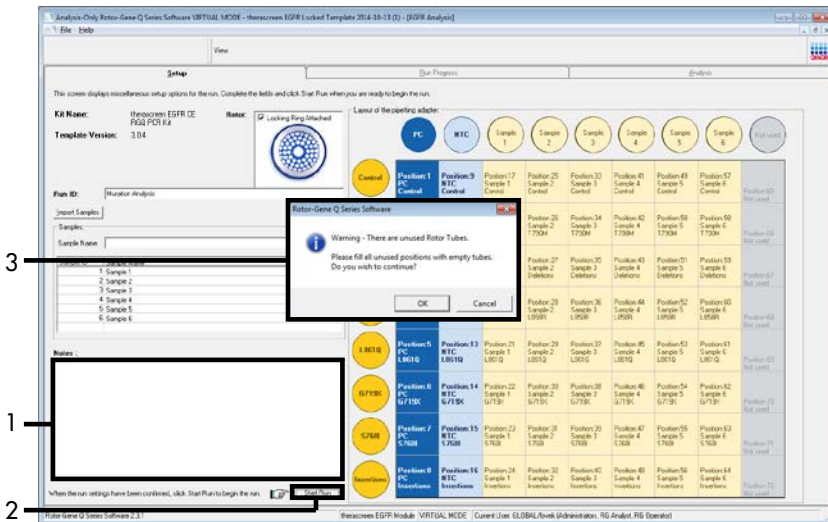

Figure 14. Champ « Notes » (1), bouton « Start Run » (Démarrer le cycle) (2) et Warning (Avertissement) concernant les positions de rotor inutilisées (3).
16. Une fois tous les noms d'échantillons saisis, vérifier qu'ils sont corrects. Ajouter toute information complémentaire dans le champ Notes si nécessaire et cliquer sur Start Run (Démarrer le cycle) (figure 14).
Remarque : si une position de rotor est inutilisée, un Warning (Avertissement) s'affiche (figure 14) pour rappeler à l'utilisateur que toutes les positions inutilisées du rotor doivent être occupées par des tubes vides fermés. Vérifier que toutes les positions inutilisées du rotor sont occupées par des tubes vides fermés et cliquer sur OK pour continuer.